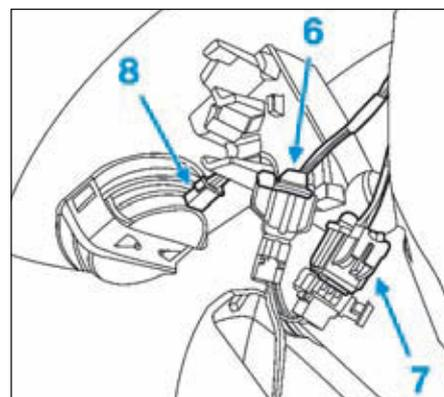

FIG.49
- Débrancher les connecteurs (6), (7) et (8) (Fig.49).